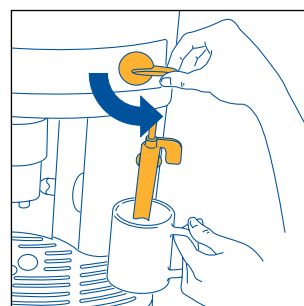
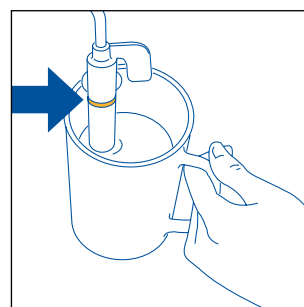

Fig.23
Fig.24
- Introduza o emulsionador de cappuccinos no recipiente que contém o leite (fig. 23), tendo o cuidado de não submergir a linha em relevo presente no próprio emulsionador de cappuccinos (indicado pela seta na fig. 24). Rode para a esquerda o botão do vapor até meio, até ao limite máximo (Cuidado para não se queimar). Através do emulsionador de cappuccinos sai o vapor que confere um aspecto cremoso ao leite, aumentando o seu volume. Para obter uma espuma mais cremosa, introduza o emulsionador de cappuccinos no leite e faça rodar o recipiente com movimentos lentos, de baixo para cima. (Recomendamos que não ejecte vapor durante mais de 2 minutos de seguida).